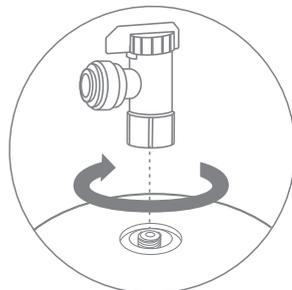

Рис. 27
3. Удалите транспортную заглушку, которая закрывает резьбовой штуцер подключения воды, проверьте наличие уплотнительной шайбы у основания штуцера. Накрутите вентиль на резьбовой штуцер бака, используя идущую в комплекте уплотнительную шайбу (рис. 27). Запрещается применение дополнительных уплотнительных материалов, таких как фумлента, сантехнический лен, герметик.